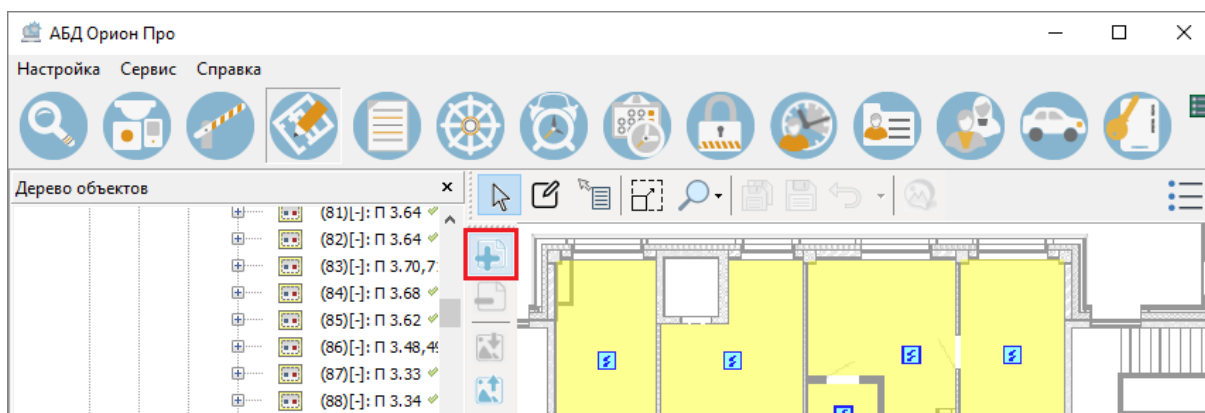

Рисунок 6-540 Инициализация создания плана по кнопке в панели планов
- либо нажмите в панели планов (см. п.6.3.4.1.4.2) кнопку  «Создать новый план» (см. Рисунок 6-540);